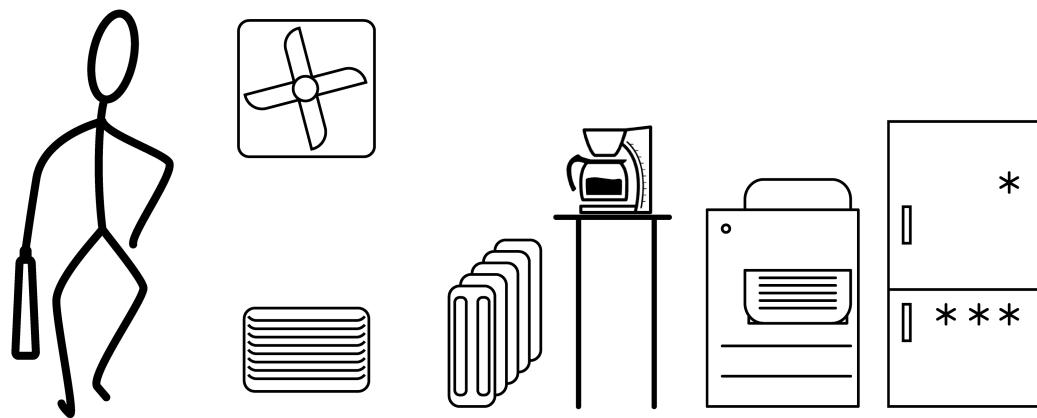

Bild 6: Wärmequellen in Gebäuden
- Wärmequellen wie Heizgeräte, Auslässe von Lüftungsöffnungen oder Klimaanlagen, Kopierer, Drucker, Kaffeemaschinen etc. (Bild 6)